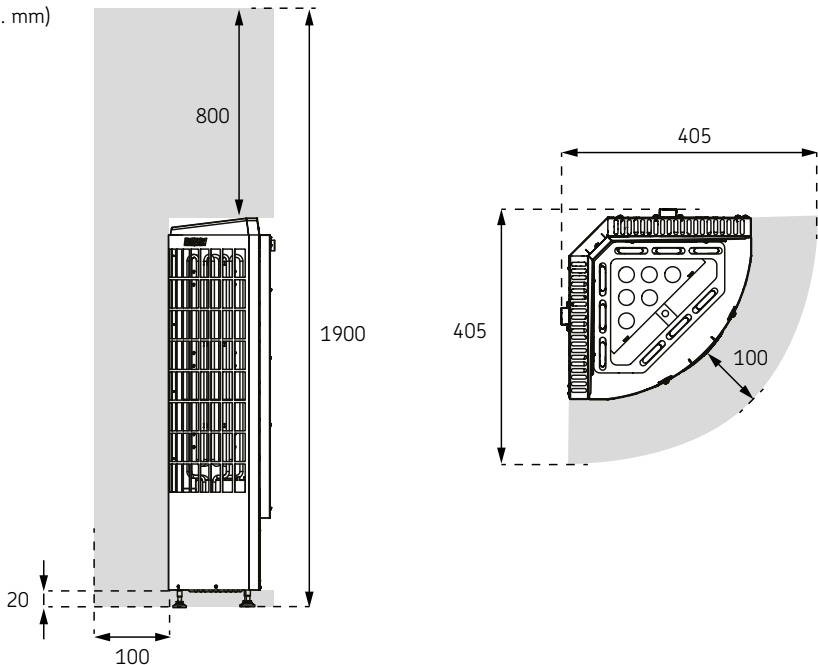

Abbildung 1. Sicherheitsabstände
- Die Mindestschutzabstände zu brennbarem Material sind in Abbildung (>>Abbildung 1. Sicherheitsabstände) dargestellt.
- Ist um den Saunaofen ein Schutzgelenker angebracht, müssen die in Abbildung (>>Abbildung 1. Sicherheitsabstände) oder der Betriebsanleitung des Saunaofens angegebenen Sicherheitsabstände eingehalten werden.